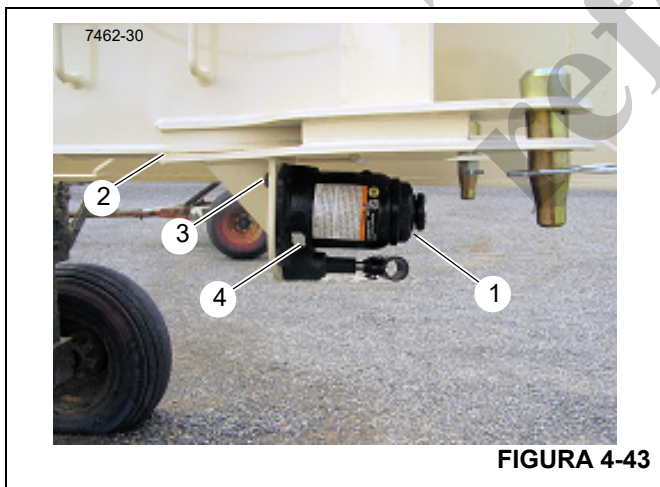

FIGURA 4-43
1. Con el caballete completamente bajado y el émbolo metido, coloque el gato en su posición vertical y retire el tapón de llenado de aceite. (4, Figura 4-43).
2. Para vaciar el aceite, retire el tapón de llenado (4, Figura 4-43).